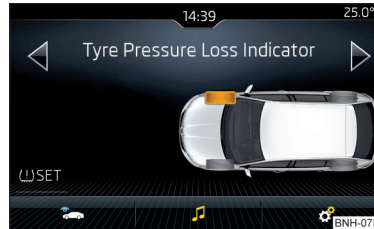

Abb. 218
- ▶ Die Funktionsfläche  SET antippen » Abb. 218.
Bei aufleuchtender Kontrollleuchte  im Kombi-Instrument kann im Infotainment der betroffene Reifen angezeigt werden » Abb. 218.